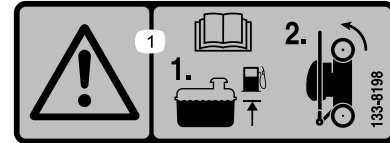

Figura 15
1. Assicuratevi che il livello del carburante nel serbatoio del carburante non sia superiore a quello raccomandato dal produttore del motore; fate riferimento all'adesivo del produttore del motore sul motore stesso (Figura 15).